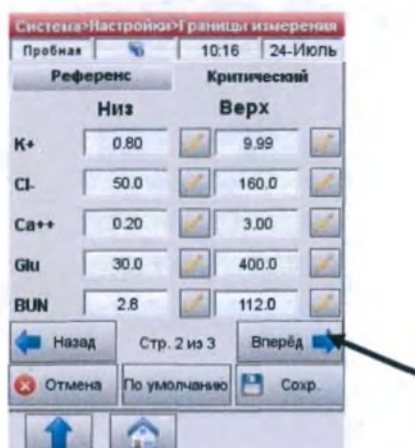
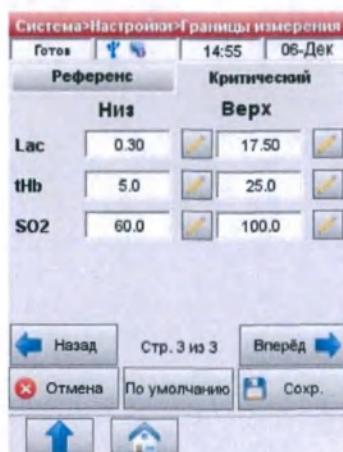

Рис.3-37 Критические границы 2
Рис.3-38 Критические границы 3
8. Нажмите  чтобы перейти к странице 2 и 3 с нужными параметрами (Рис.3-37 и Рис.3-38).